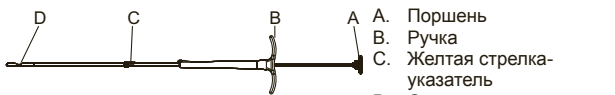

Рис. 1. Маркер места биопсии
- При введении гранул убедитесь в правильном совмещении желтой стрелки-указателя (С на рис. 1) с белой стрелкой на биопсийном зонде.